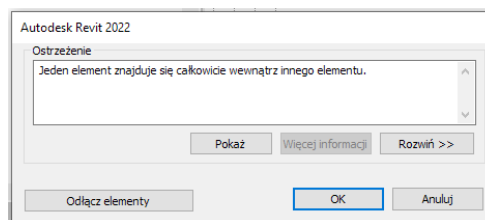

Rys. 16.13 Parametry przed (górny rysunek) i po (dolny rysunek) wyrównaniu belki do górnej krawędzi okna
Następnie należy kliknąć PPM w belkę i wybrać przycisk **Odłącz od płaszczyzny** – taki zabieg pozwoli na sterowanie parametrami **Odsunięcia poziomu początkowego** i **Odsunięcia poziomu końcowego** od płaszczyzny. Teraz wystarczy przejść do widoku 3D i wykorzystać narzędzie **Wyrównaj (AA)** i klawisz **TAB**, aby przenieść belkę na wysokość taką samą jak górna kraweź okna – parametry odsunięć zmienią swoją wartość. Efekt widoczny na Rys. 16.13 oraz na Rys. 16.14.